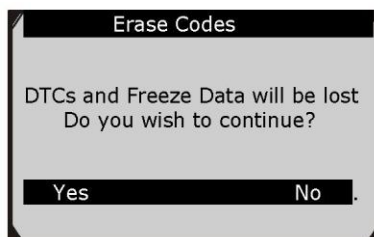

Рисунок 5-7
- В случае нажатия кнопки **Yes [Да]** или **OK** появится сообщение с просьбой подтвердить выбор. См. рисунок 5-7.